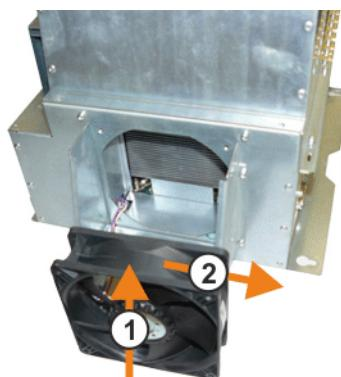

Fig. 11-5: Sentido de giro y corriente de aire del ventilador del PC
6. Introducir los ventiladores nuevos con reja del ventilador (tener en cuenta la dirección de giro (*>>>* Fig. 11-5)) y enchufar el conector del ventilador.